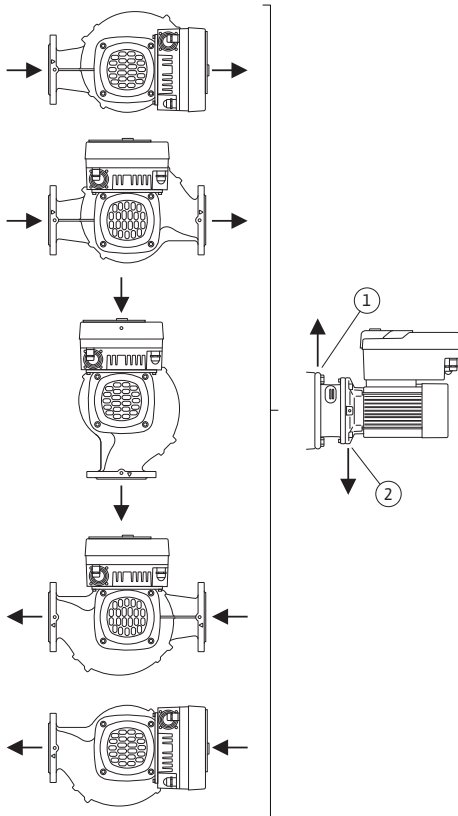

Fig. 9: Toegestane inbouwposities met horizontale motoras
De toegestane inbouwposities met horizontale motoras en elektronicamodule naar boven gericht (0°) zijn in Fig. 9 weergegeven.
De ontluchting van de pomp is optimaal gewaarborgd als het ontluchtingsventiel omhoog wijst (Fig. 9, pos. 1).
In deze positie (0°) kan het condensaat gericht worden afgevoerd via aanwezige boorgaten, het pomplantaarnstuk en de motor (Fig. 9, pos. 2).